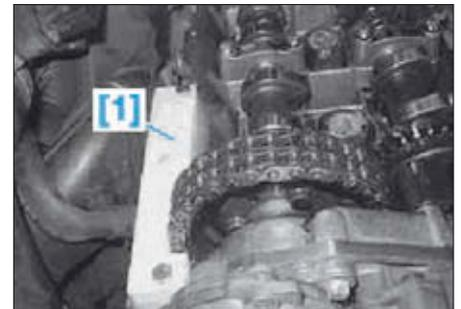

FIG. 3
- Monter le dispositif de maintien (1) (Fig.3).